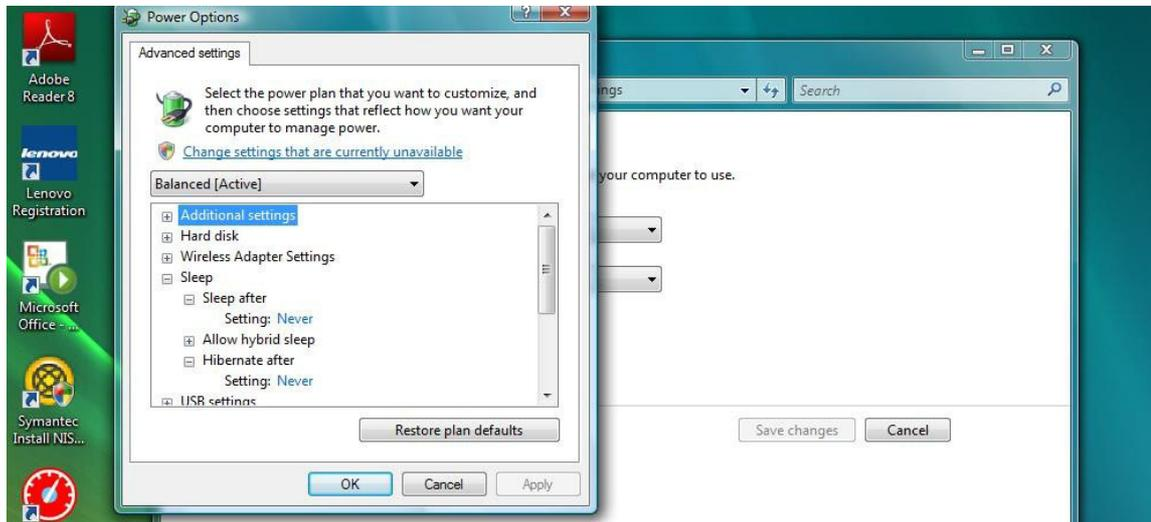

ABB. 36
- Suchen Sie in der Durchlaufliste nach „Energie sparen“ (ABB. 36). Ändern Sie „Deaktivierung nach“ zu „Nie“ und die Einstellung „Ruhezustand nach“ ebenfalls zu „Nie“.
- Klicken Sie auf die Schaltfläche „Anwenden“, um die Änderungen zu speichern. Klicken Sie dann die Schaltfläche „OK“ (ABB. 36).